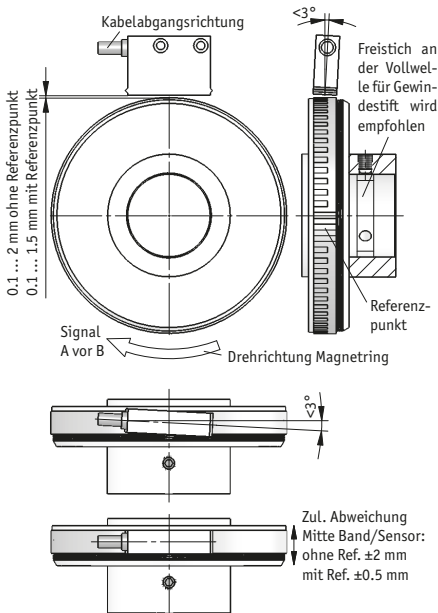

Abb. 7: Definition der Zählrichtung mit Magnetring und Montage Sensor / Magnetring, Abstandsmaße, Toleranzen
- Ein Wellenfreistich entsprechend Abb. 7 wird empfohlen.